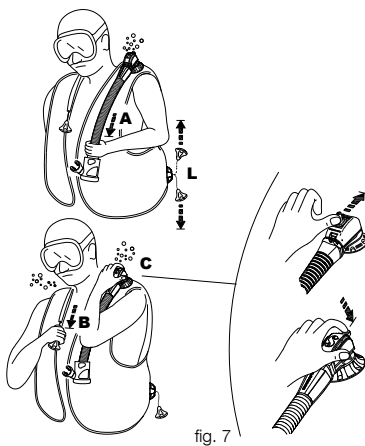

fig. 7
- a. tire suavemente del ensamble del latiguillo (fig. 7 - A). No es necesario utilizar demasiada presión para tirar del ensamble del latiguillo. El recorrido de la válvula es limitado y tirar más fuerte no aumentará el flujo de aire. Para cerrar la válvula de vaciado manual, deje de tirar hacia abajo y libere.
- b. pulsando el botón que sobresale de la cubierta de la válvula (fig. 7 - C) (patentado): este sistema también puede ser útil para liberar el aire de otro submarinista que tenga problemas (pánico, submarinista principiante, pérdida de conocimiento, etc.).
- La válvula dual de vaciado manual de SCUBAPRO® (patentada) tiene un botón de seguridad que libera aire al pulsarlo (fig. 7-C), en caso de que el sistema de vaciado manual no funcione (cable o clavija rota, etc.) o mientras se respira de un Air 2.
Válvula del hombro (fig. 7 - B)
La válvula ubicada en el hombro derecho, si está presente, se activa al tirar suavemente de la perilla que se conecta por medio de un cordón a la válvula misma (fig. 7 - B). Para funcionar como válvula de vaciado, debe colocar la válvula en una posición más alta que la burbuja de aire en el chaleco compensador. Active la válvula de vaciado hasta que alcance la cantidad de flotabilidad deseada. Deje de tirar/presionar para cerrar la válvula (fig. 7- B).
Válvula de vaciado inferior (fig. 7 - L)
Los dispositivos de desinflado con la máxima salida de gas son la válvula del hombro (fig. 7 - B) y la válvula inferior (fig. 7 - L).